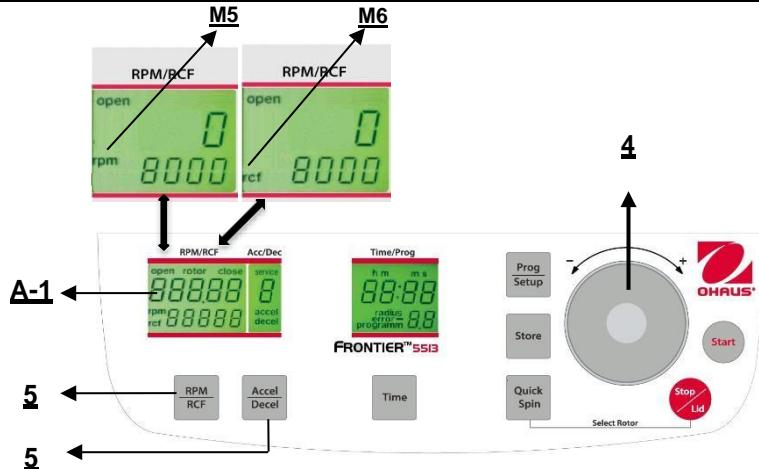

Abbildung. 13
Diese Vorauswahl wird durch die Taste „**RPM/RCF**“ (5) aktiviert (siehe Abbildung 13 unten). Wenn Sie die Taste einmal drücken, blinkt das Wort „**rpm**“ (M5). Wenn Sie die Taste zweimal drücken, kann die Vorauswahl der Zentrifugalkräfte ausgewählt werden. Dann erscheint das blinkende Wort „**rcf**“ (M6). Sie können die gewünschten Werte mit dem Anpassungs Wähl scheibe (4) einstellen. In der Anzeige (A-1) wird stets der regulierte Wert angezeigt, bevor, während und nach dem Betrieb.